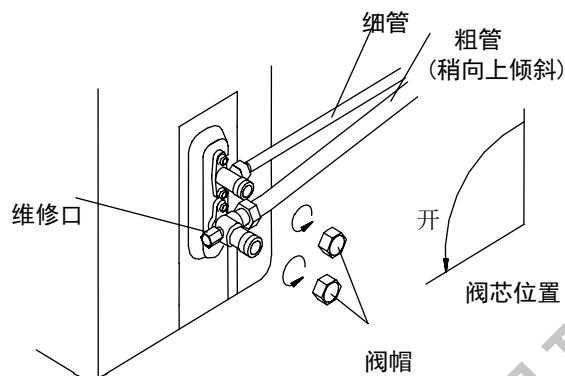

图 18 简易排空法
(二)、简易排空法(图 18)
6. 将取下的阀帽重新拧紧,将阀门罩和配线盖重新安装好。(参考图 18)